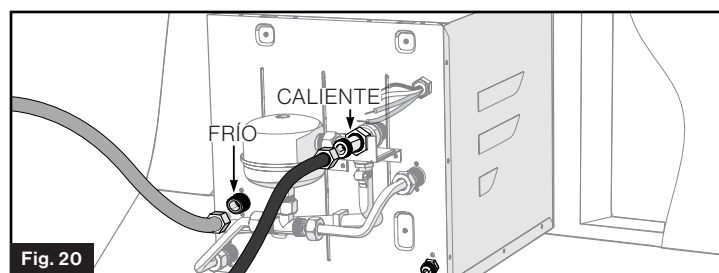

Fig. 20
1. Conecte las líneas de agua FRÍA y CALIENTE a las boquillas NPT de $\frac{1}{2}$ " adecuadas. (Fig. 20)